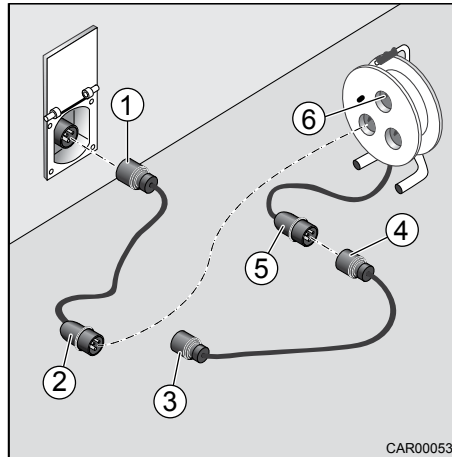

Fig. 85 Disjoncteur FI
prise femelle CEE17 (Fig. 85, pos. 1) avec contact de protection et fiche CEE17 (Fig. 85, pos. 2) avec contact de protection.
prise CEE17 (Fig. 85, pos. 6) avec contact de protection et connecteur CEE17 (Fig. 85, pos. 5) avec contact de protection.
prise femelle CEE17 (Fig. 85, pos. 4) avec contact de protection et fiche CEE17 (Fig. 85, pos. 3) avec contact de protection.